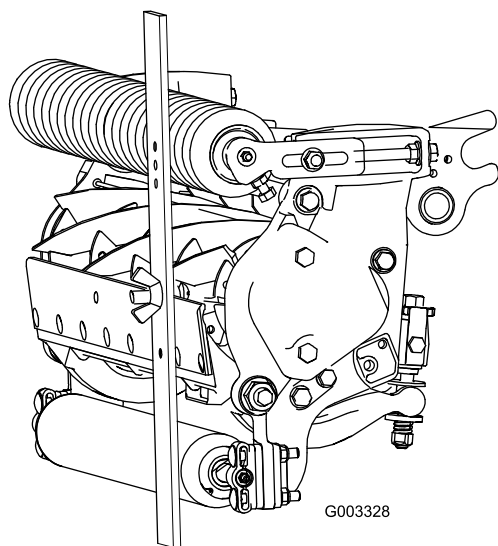

Figura 24
4. Prenda a cabeça do parafuso à extremidade cortante da lâmina de corte e apoie a extremidade traseira da barra no rolo traseiro (Figura 24).
5. Rode o parafuso de ajuste até que o rolo entre em contacto com a dianteira da barra indicadora (Figura 24). Ajuste ambas as extremidades do rolo até que todo o rolo esteja paralelo à lâmina de corte.